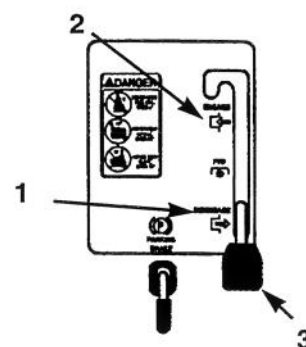

Figure 9
4. Mettre la commande de hauteur de coupe (relevage de l'unité de coupe) sur DISENGAGED (DEBRAYÉE) (Fig. 9).